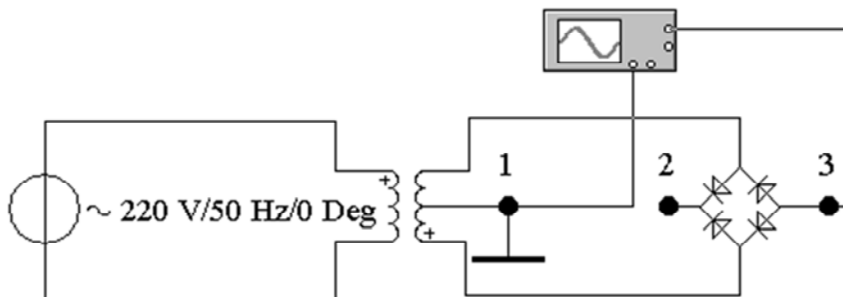

Рис. 16.1. Двухполупериодное выпрямление (файл **rect12.ewb**)
1. Исследование однофазных выпрямителей. Решить задачу 13.12 [2]. При проверке решения задачи двухполупериодного выпрямителя в EWB (файл **rect12.ewb**, рис. 16.1) обратить внимание на содержимое окна *Description*. Присоединяя осциллограф к зажимам 1–3, 1–2, 2–3, заметить изменение амплитуды выпрямленного напряжения.